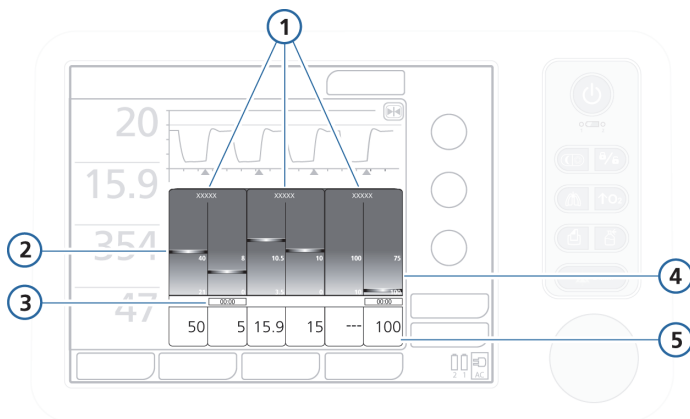

Рисунок 8-6. Панель «Сост. Вент»
На панели «Сост. Вент» (рис. 8-6) отображаются шесть параметров, связанных с зависимостью пациента от аппарата ИВЛ, включая оксигенацию, выведение CO₂ и дыхательную активность пациента.
- Отобразится панель «Сост. Вент» (рис. 8-6).